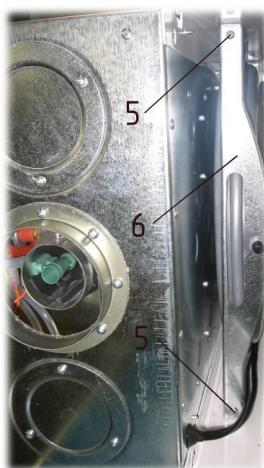

Рис. 30. Демонтаж расширительного бака
- 5) отвернуть два винта крепления 5 (см.Рис. 30) верхнего кронштейна 6 к швеллерам котла;